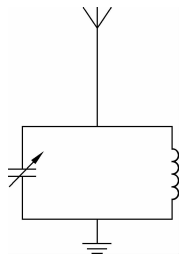

图 3-5 调谐电路
① 电谐振。世界上有许许多多的无线电台、电视台以及各种无线电通信设备,它们不断地向空中发射不同频率的电磁波,这些电磁波强弱不等地弥漫在我们周围。如果不加选择地把它们都接收下来,必然是信号一片混乱,分辨不清,达不到传递信息的目的。所以,接收电磁波时,首先要从诸多电磁波中把需要的选出来,通常叫做选台。这就要设法使需要的电磁波在接收天线中激起的感应电流最强。在无线电技术里,利用电谐振达到这个目的。当接收电路的固有频率跟接收到的电磁波的频率相同时,接收电路中产生的振荡电流最强。这种现象叫做电谐振。
② 调谐。接收电路产生电谐振的过程叫做调谐,能够调谐的接收电路叫做调谐电路。图 3-5 所示是收音机的调谐电路。调节可变电容器的电容来改变调谐电路的频率,使它跟要接收的电台发出的电磁波的频率相同,这个频率的电磁波在调谐电路里激起较强的感应电流,这样就选出了所需的电台。